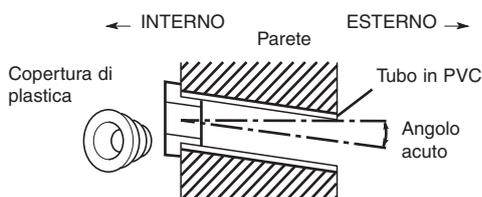

Fig. 3-18
- (6) Collocare la copertura di plastica sull'estremità del tubo (per il solo lato interno) e inserirla nella parete. (Fig. 3-18).